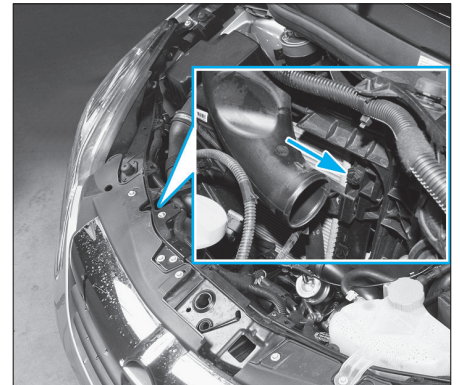

Fig. 22
- Ouvrir la vis de purge (1) (Fig.22).